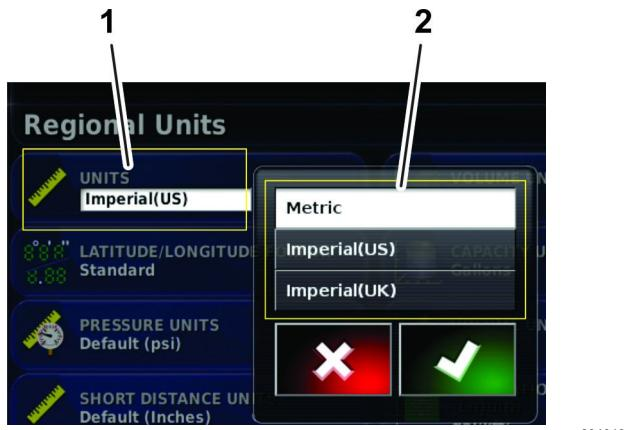

Figura 20
5. Conforme necessário, selecione as unidades e a taxa de aplicação corretas e pressione o ícone de Confirmar (Figura 20).